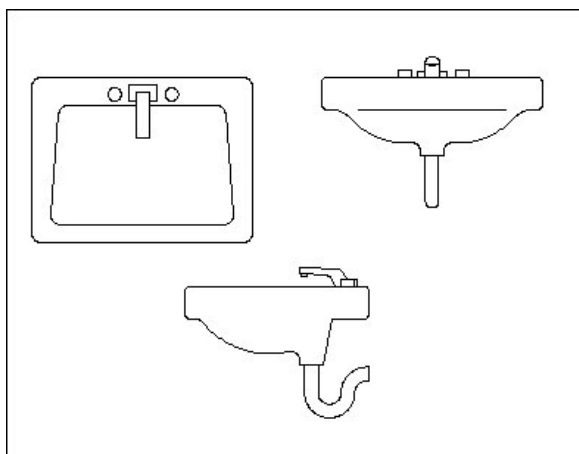

Fig.7.35 (Doc.Autodesk)
- 1 Réaliser les différentes vues de l'évier et les transformer en bloc : Evier-plan, Evier-face et Evier-profil (fig.7.35).